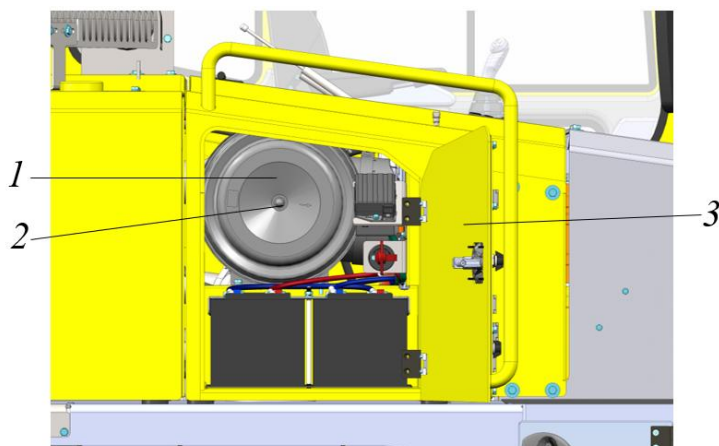

Рисунок 5.16. Корпус воздушного фильтра
- ▶ Открыть створку аккумуляторного ящика 3, рис. 5.16.
- Установить крышку 1 на корпус фильтра. Закрутить гайку 2 на крышке корпуса фильтра 1, рис. 5.16.